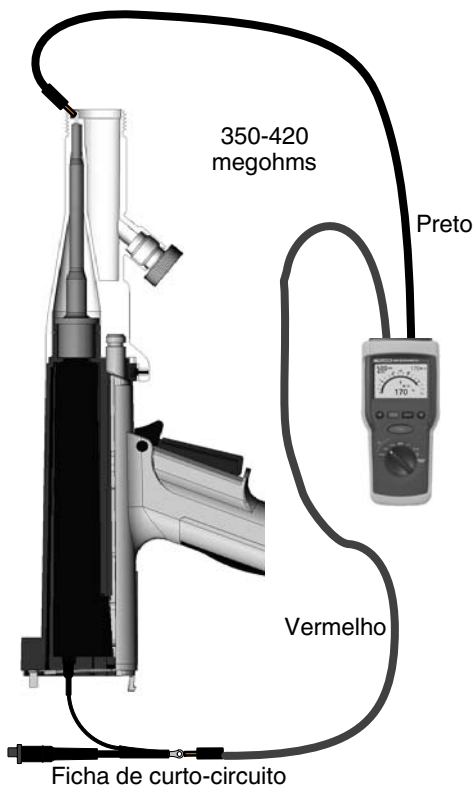

Figura 13 Teste com a ficha de curto-circuito
Utilize a ficha de curto-circuito opcional ilustrada na figura 13 quando testar a resistência entre a tomada do multiplicador e o êmbolo com mola do adaptador. Consulte o número de peça da ficha de curto-circuito nas *Opções em Peças*.
1. Consulte a figura 13. Retire a tampa da extremidade e o bico da pistola para pintura.